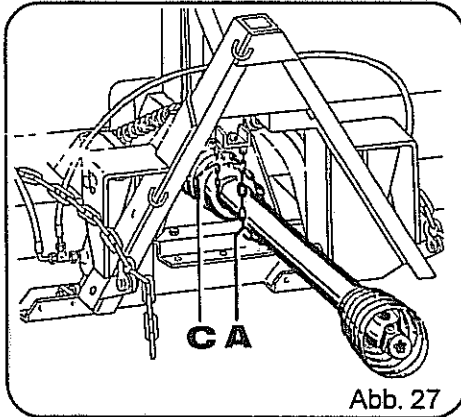

Abb. 27
- Gelenkwelle vom Traktor abziehen und in die vorgesehene Kette einlegen (Abb. 27, Pos. A)